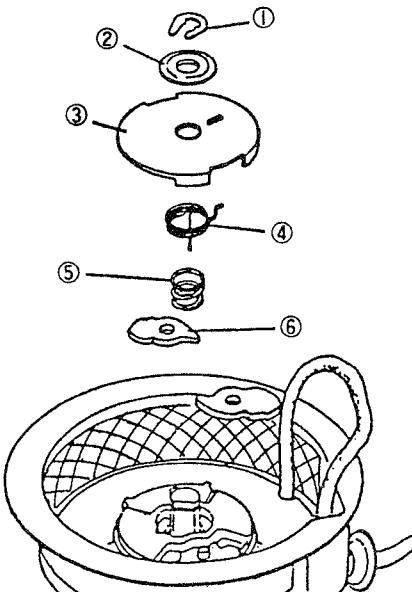

Fig 12-2
(3) 部品の取り外しあしは Fig 12-2 の番号の順に部品を外すして下さい。
① U型止メ輪
② スラストワッシャ
③ フリクションスプリング
④ リタансスプリング
⑤ フリクションスプリング
⑥ ラチエット